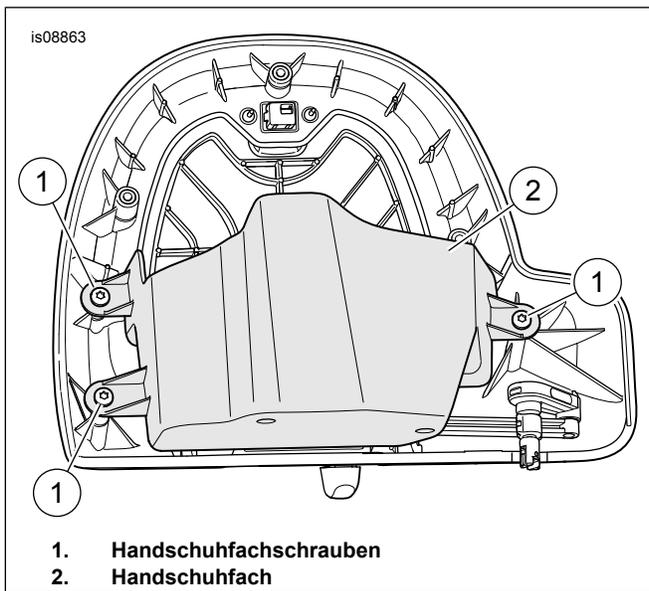

Abbildung 3. Handschuhfachsrauben
3. Siehe Abbildung 3 >. Die drei Handschuhfachscharauben entfernen. Die Handschuhfachbaugruppe (2) entfernen.